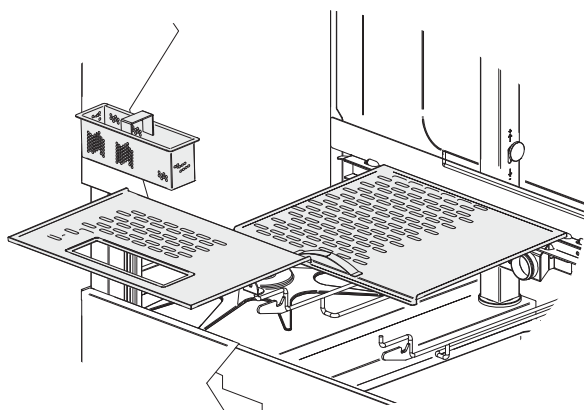

fig. 10
- Con vasca vuota, estrarre i filtri dalle vasche e dalle pompe (vedi fig. 10 - 11). Fare attenzione che i residui di lavaggio presenti nei filtri non cadano dentro alle vasche. Pulire i filtri con una spazzola rigida sotto un forte getto d'acqua.